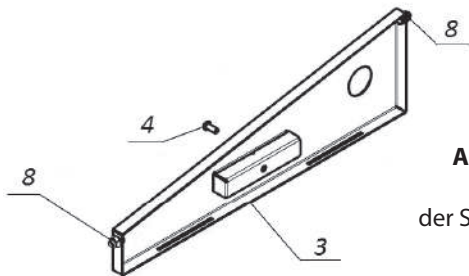

Abb. 10 Seitenwand des Gehäuses
2.1.3.3 Oberdeckel (Pos. 2, Abb. 9) soll abgenommen werden. Dafür sollen 4 selbstschneidende Schrauben an den Eckstirnflächen des Deckels abgeschraubt werden. Es ist den Stopfen (Pos. 5, Abb. 9) und dekorative Mutter (Pos. 6, Abb. 9) zurückzuklappen, danach soll der Dampfentnahmestutzen (Pos. 7, Abb. 9) ausgeschraubt werden. Aus den Seitengriffen sollen die Schrauben (Pos. 4, Abb. 9, Abb. 10) ausgeschraubt werden. Im Innenraum der Eckstücke des Gehäuses des elektrischen Heizgerätes sollen die Befestigungsmutter (Pos. 8, Abb. 9, Abb. 10) an den Vorderwänden (Pos. 9, Abb. 9) und den Seitenwänden (Pos. 3, Abb. 9, Abb. 10) gelockert werden. Vorder- und Seitenwand nach oben zu ziehen und abzunehmen.
2.1.3.5 Es werden Seitenwand (Pos. 3, Abb. 9, Abb. 10) und Vorderwand (Pos. 9, Abb. 9) eingestellt, dabei werden ausragende Teile der Metalleinlagen (Pos. 10, Abb. 9) mit den Einschnitten in den unteren Kanten der Wände zusammengefügt. Die Befestigungsmutter (Pos. 8, Abb. 9, Abb. 10) festziehen. Die Schrauben (Pos. 4, Abb. 9, Abb. 10) in die Griffe der Seitenwände einzuschrauben.